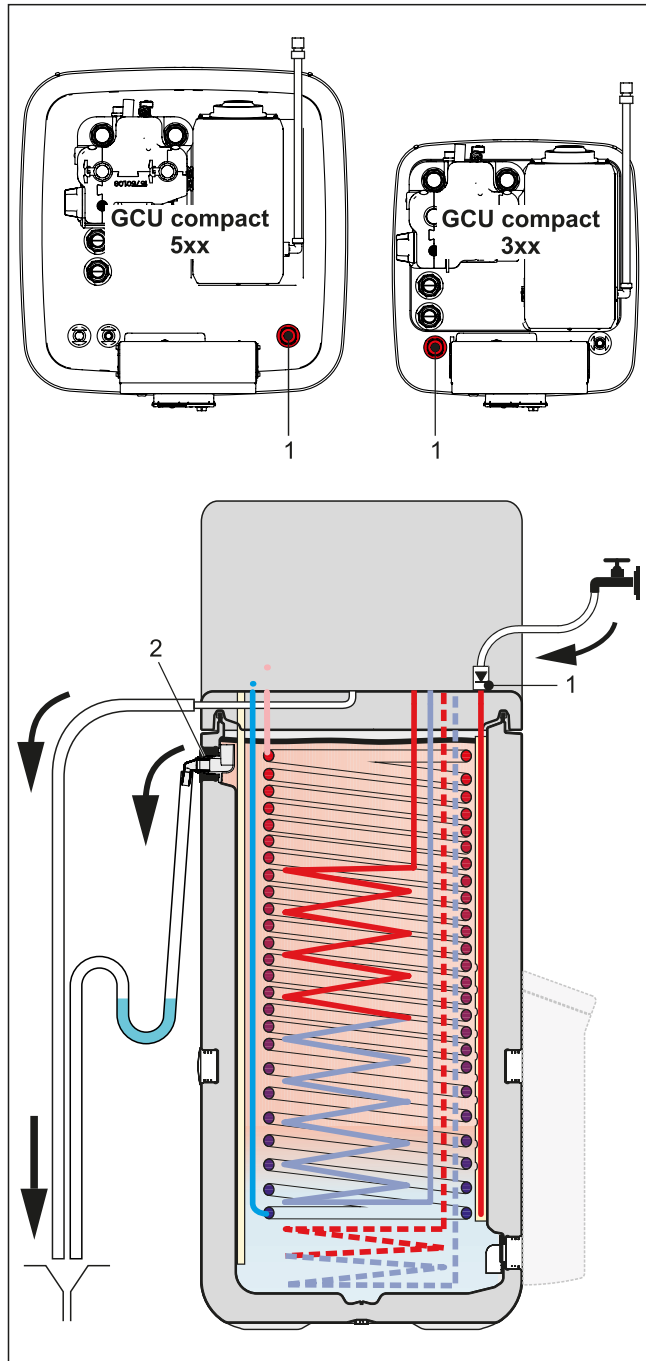

Fig. 9-6 Llenado del tanque de compensación - sin sistema solar DrainBack conectado
- 1 Conecte una **tubería de llenado** con bloqueo de retorno (1") con la **conexión "impulsión solar"** (Fig. 9-6, pos. 1).
- 2 Llenar el depósito acumulador de la GCU compact **hasta que el agua salga por la conexión de desagüe** (Fig. 9-6, pos. 2).
- 3 Llenar el depósito acumulador de la GCU compact **hasta que el agua salga por la conexión de desagüe** (Fig. 9-6, pos. 2).